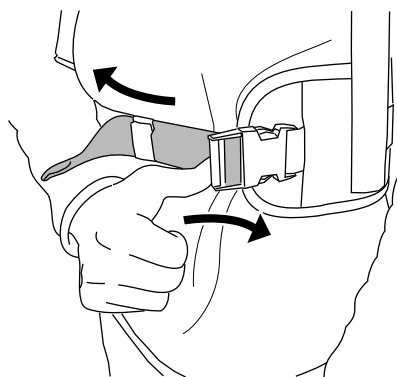

Figura 14
7. Se la cinghia per i fianchi è troppo stretta, spingete lateralmente sullo strumento di regolazione per allungare i cinturini (Figura 14).